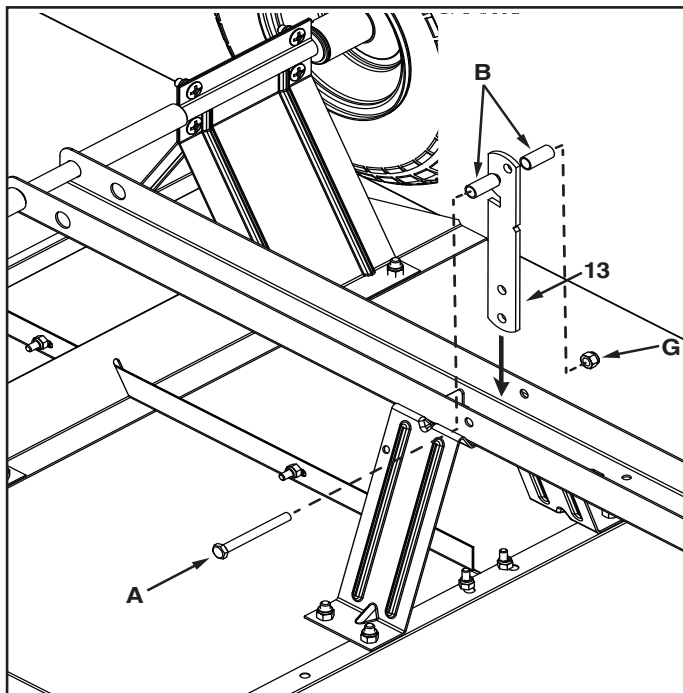

FIGURE 17
ÉTAPE 17 : (VOIR FIGURE 17)
- Installez le support de verrouillage du loquet (13) en insérant un boulon hexagonal de 5/16 po x 3 po (A) à travers un côté de la tige d'essieu de 5/8 po (15), une entretoise (B), le support de verrouillage du loquet (13), une entretoise (B), l'autre côté de la tige d'essieu de 5/8 po (15), puis un écrou autofreiné de 5/16 po (G), comme illustré à la figure 17.
- Serrez la quincaillerie, mais assurez-vous que le support de verrouillage du loquet (13) peut se déplacer.